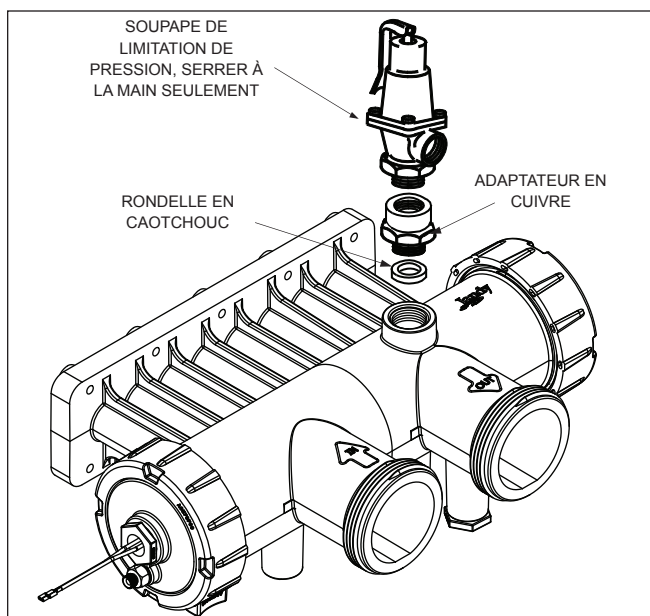

Figure 14. Installation de la soupape de limitation de pression
9. Retirer les dix (10) verrous et rondelles du collecteur d'entrée et de sortie et retirer le collecteur du raccord de canalisation.
10. Retirer les dix (10) verrous et rondelles du collecteur de retour et retirer le raccord de canalisation.
13. Visser les dix (10) verrous et rondelles, puis serrer manuellement.
15. Visser les dix (10) verrous et rondelles, puis serrer manuellement.
16. Utiliser une clé dynamométrique pour serrer les boulons sur chaque raccord à quatre (4) pieds par livre. Les boulons doivent être serrés selon la séquence indiquée dans la figure 14.
6. Installer la rondelle en caoutchouc au bas du trou (Voir Figure 14).